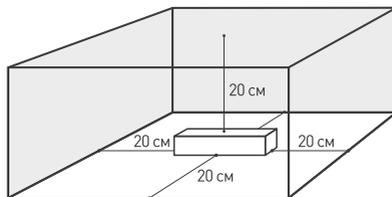

Рис. 1.
- 4.3. Для естественной вентиляции обеспечьте свободное пространство вокруг источника питания не менее 20 см, как изображено на рис. 1. При невозможности обеспечить свободное пространство используйте принудительную вентиляцию. В случае установки в ограниченном пространстве (например, лайтбокс или профиль) предусмотрите обеспечение требуемого температурного режима источника питания. Не допускайте работу блока питания с температурой корпуса, равной  $t_c$ , т. к. это снижает гарантийный срок в 2 раза.